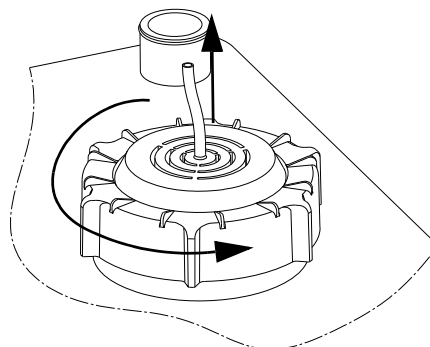

Fig. 11 Remoção do sensor de nível
1. Coloque o interruptor de selecção ON-OFF-AUTO na posição OFF (O).
2. Desaperte a tampa roscada rodando-a no sentido contrário ao dos ponteiros do relógio. Consulte a fig. 11.